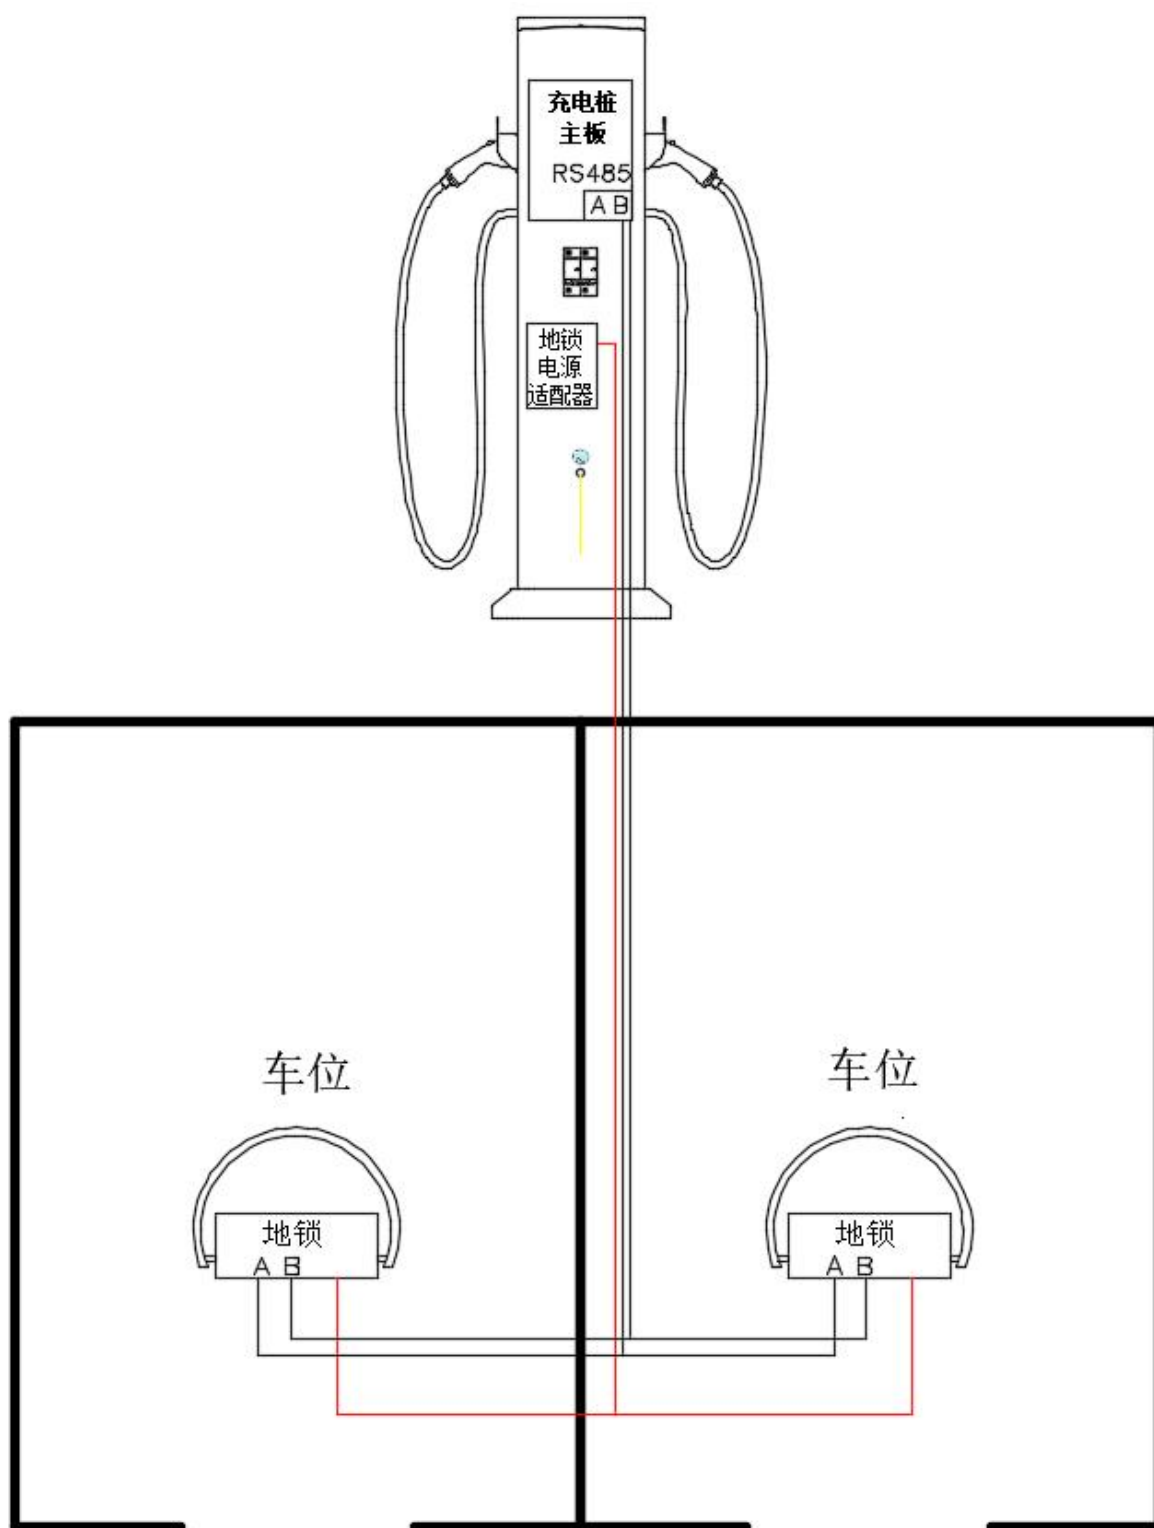

图 8 地锁接线示意图
4. 按如下接线示意图进行地锁电源接线及地锁与充电桩之间的 RS485 通信线接线，如图 8：